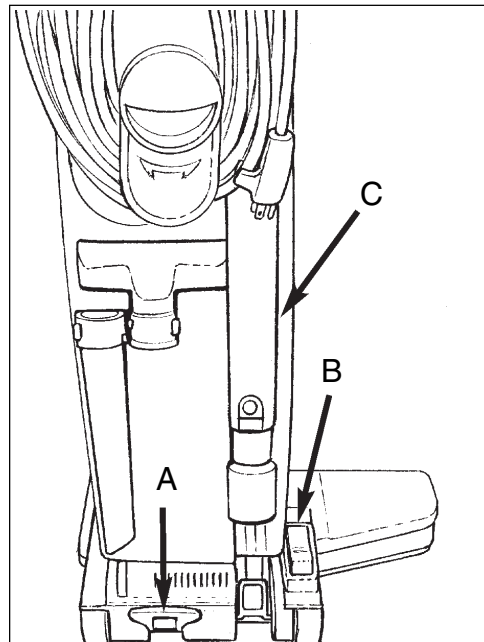

Figure 8
**La pédale de libération de la poignée** (Voir figure 8, élément A)
**Réglage de la hauteur** (Voir figure 8, élément B)
**Le bras flexible** (Voir figure 8, élément C)
4. Appuyez sur la pédale de libération de la poignée (voir figure 8, élément A).